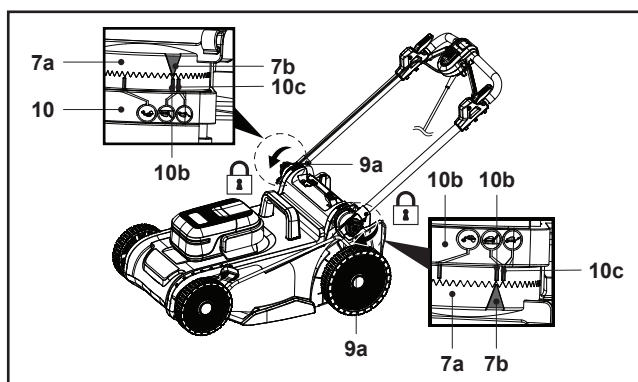

Fig. 2
4. Aliniaza triunghiul indicator (7b) de pe placa selectoare (7a) cu unul dintre indicatoarele de înălțime a mânerului (10b/10c) de pe suportul mânerului (10), apoi fixează ansamblul mânerului (5, 7) strângând butoanele de blocare (9a) (fig. 2).